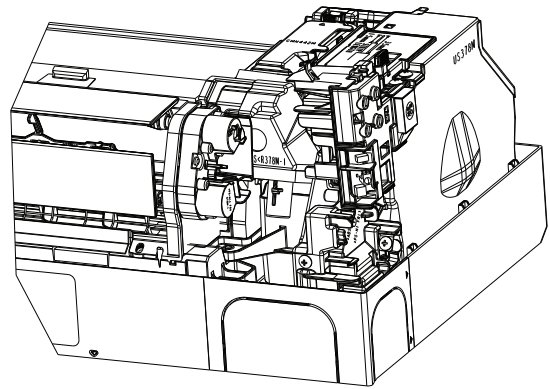

Fig. 2
- 3) Open DISP_GAS_HOLDER. (Fig. 2)